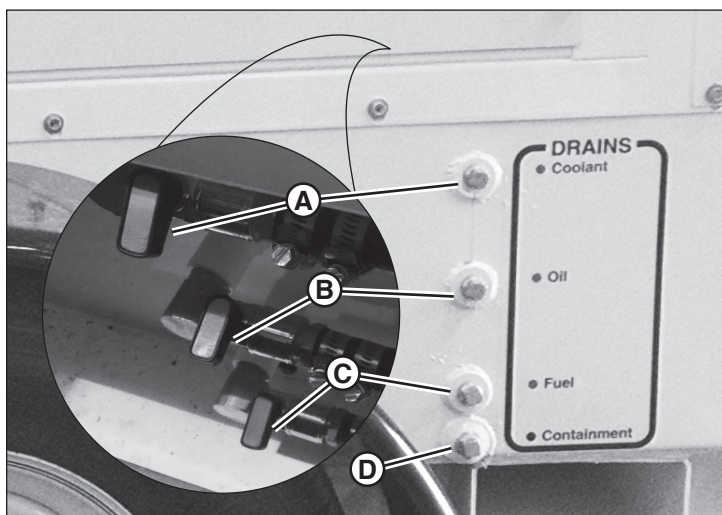

Figure 28
La station de vidange de fluide (Figure 28) est équipée de drains pratiques pour tous les fluides essentiels de la remorque de l'appareil de chauffage. Chaque drain a une soupape de commande séparée, et est identifié par une couleur.
Il y a aussi un drain pour le plateau de rétention de fluide (D, Figure 28) situé dans le bas de la remorque de l'appareil de chauffage pour attraper l'excès de fluides qui pourraient avoir fui ou s'être déversés. Ce plateau a aussi deux drains auxiliaires plus grands à l'arrière de la remorque, un de chaque côté. Voir Caractéristiques et commandes.
*REMARQUE : Le drain de rétention de fluide (D, Figure 28) n'est pas équipé d'une soupape de commande, et commence-*